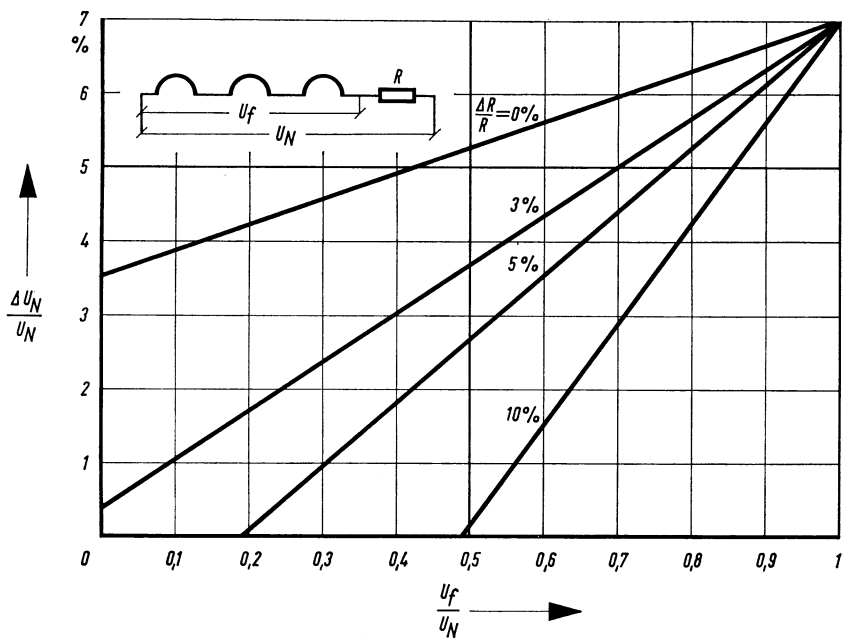

Bild 1.
**Bild 1** gibt die Grenzen der Netzspannungsbereiche bei Benutzung eines festen Vorwiderstandes für den Serienheizkreis an.  $\frac{\Delta R}{R}$  ist die Toleranz des Widerstandes R,  $U_N$  die mittlere Spannung des betreffenden Bereiches und  $U_f$  die Gesamtheizspannung bei  $U_N$ . Die Grenzen der Bereiche sind gegeben durch  $U_N \cdot \left(1 \pm \frac{\Delta U_N}{U_N}\right)$ .